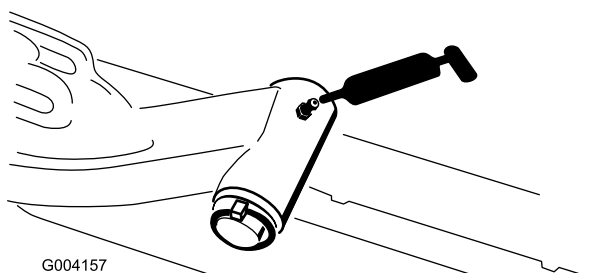

Figura 50
- Albero del perno del braccio di sollevamento (1 cad.) (Figura 50)